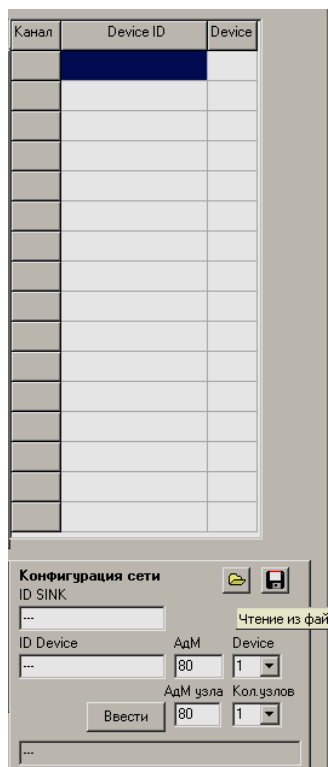

Рисунок 7.49
7.7.3 Нажать на кнопку «Чтение из файла» (рисунок 7.49). В результате активируется форма, представленная на рисунке 7.50.